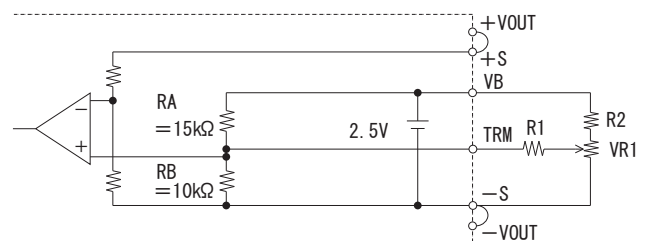

図 4.6 出力電圧制御回路
(1) 外付け抵抗による出力電圧可変
■ボリューム (VR1) と抵抗 (R1, R2) を図 4.6 のように接続することで、出力電圧を可変できます。